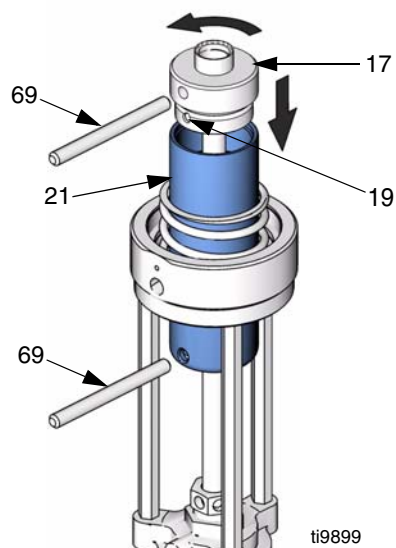

FIG. 13
4. Coloque la herramienta de aguja (69) en el orificio del pistón para impedir que gire. Utilice una segunda herramienta de aguja (69) para destornillar el capuchón del pistón (17) y separarlo del pistón (21) para dejar expuesto el pasador de posicionamiento (19). Vea FIG. 13.